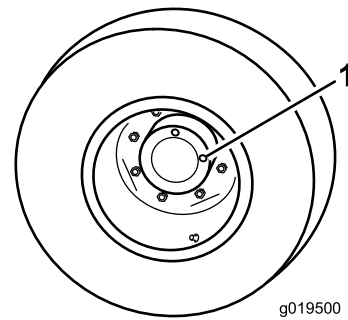

Bild 15
1. Prüf-/Ablassschraube (2)
2. Entfernen Sie die Schraube, die auf 3 Uhr steht (**Bild 15**).
1. Wenn die Maschine auf einer ebenen Fläche steht, positionieren Sie das Rad so, dass eine Prüfschraube auf 12 Uhr und die andere auf 3 Uhr steht (**Bild 15**).